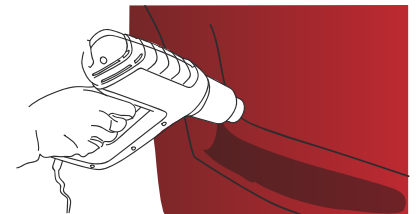

Abbildung 11
- › Sobald die Arbeit beendet ist, erhitzen Sie alle Stellen, die stark verformt wurden, auf 80 °C bis 90 °C, um das Produkt endgültig zu thermoformen (Abb. 11).